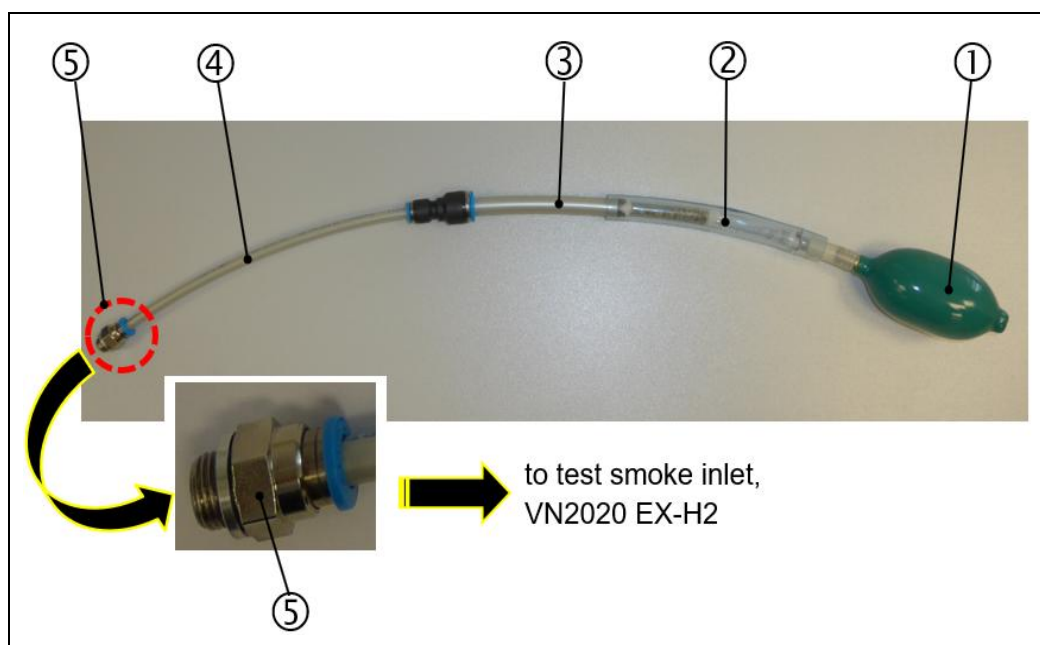

Abb.: 66 :Rauchrohr mit Handpumpe (Montiert) aus Smoke- Test Box (151780)
- ▶ (③) entspricht der Pos. 4 und 5 gemäß Abbildung 66 in diesem Kapitel.
- ▶ (③) wird handfest in den Kontrolldeckel (②) eingeschraubt.